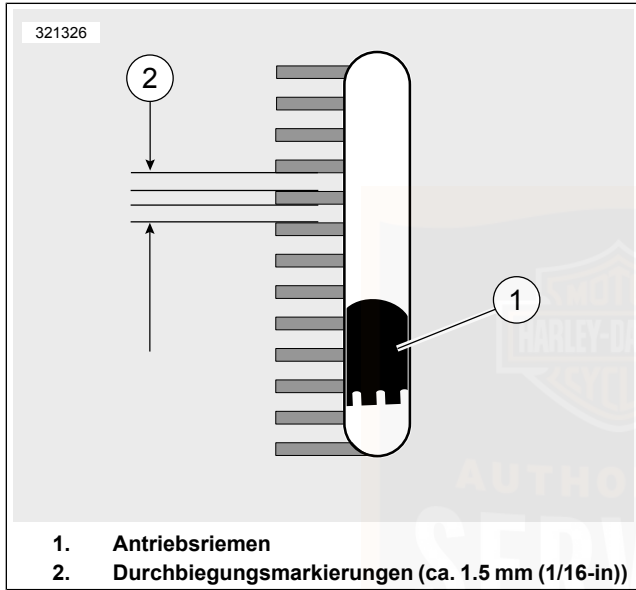

Abbildung 106. Sichtfenster der Riemendurchbiegung
- c. **Alle anderen Modelle:** Die Riemenhalterung (2) gegen die Unterseite des Antriebsriemens auf halbem Wege zwischen den Antriebsriemenscheiben anordnen.
- d. Den Knopf (6) nach oben drücken, bis der O-Ring nach unten auf die Markierung 4,54 kg (10 lb) (5) rutscht; dort festhalten.
- a. **Modelle mit Riemendurchbiegungs-Sichtfenster:** Siehe Abbildung 106. Die Riemendurchbiegung durch das Riemendurchbiegungs-Sichtfenster messen und dabei das Prüfgerät ruhig halten. Jede Durchbiegungseinteilung entspricht ungefähr 1,6 mm (1/16 in) .